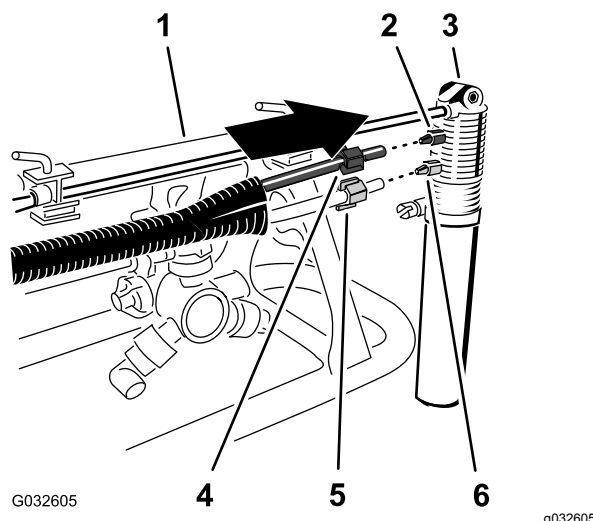

Figura 28
1. Inserite il dado di compressione blu sulle estremità del tubo blu e il dado di compressione bianco sul tubo trasparente (Figura 28).
2. Allineate l'estremità del tubo trasparente con il dado di compressione bianco al raccordo bianco dell'ugello del tracciabile schiumogeno e serrate il dado di compressione manualmente (Figura 28).
3. Allineate l'estremità del tubo blu con il dado di compressione blu al raccordo blu dell'ugello del tracciabile schiumogeno e serrate il dado di compressione manualmente (Figura 28).